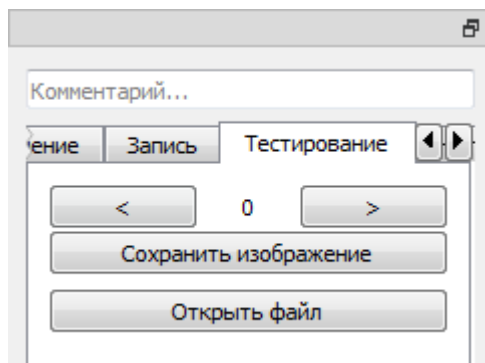

Рисунок 13. Внешний вид вкладки следования плану тестирования
- В разделе «тестирование» (рисунок 13) можно выбрать ранее сохраненный «план тестирования», либо загрузить ра-
1. Для использования плана тестирования перейдите на вкладку «Тестирование» (рисунок 13).